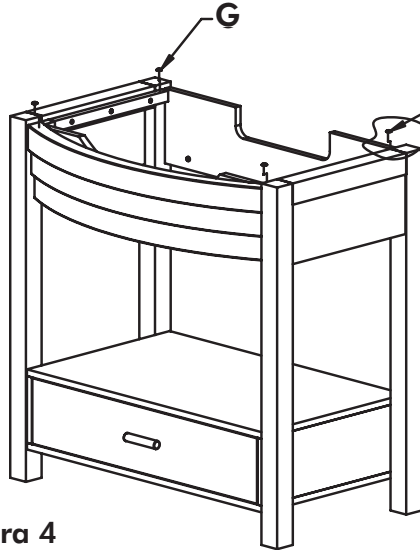
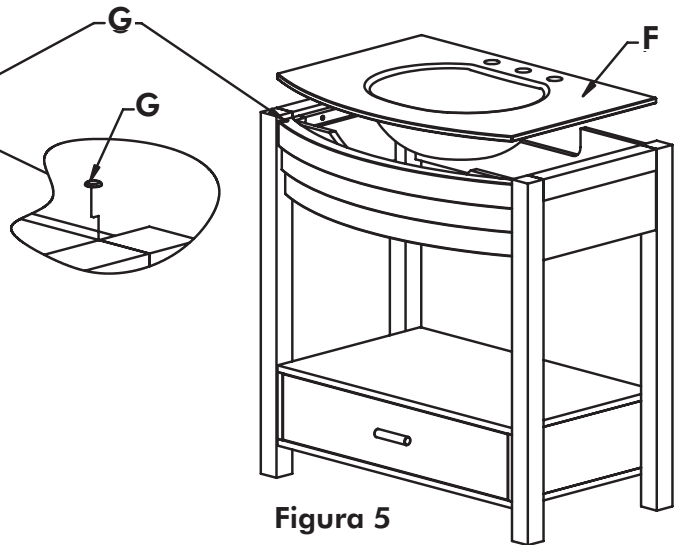

Figura 4
Figura 5
- o Agregue los **soportes de goma (G)** al tocador. Vea la figura 4.
- o Baje con cuidado el **mostrador de vidrio (F)** y colóquelo sobre los **soportes de goma (G)**.
- o Vea la figura 5.